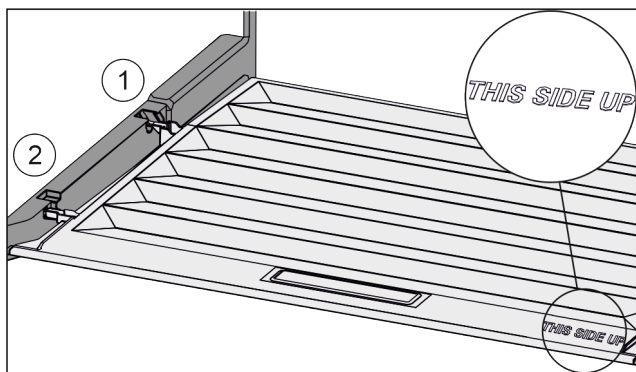

Fig. 143
- ▶ Ramiona pokrywy wprowadzić ponad otworem tylnego uchwyty Fig. 143 (1) i zazębnić z przodu w uchwycie Fig. 143 (2).